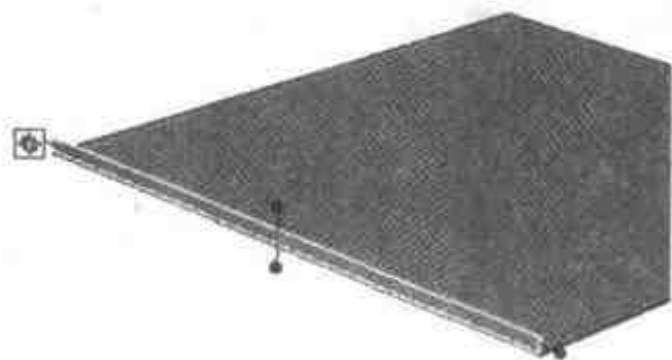

图 4.6 添加折弯图素
- (4) 从右侧【钣金】设计元素库中拖入一【不带料折弯】图素，在长度为 140 边的上边缘中心点释放，结果如图 4.6 所示。